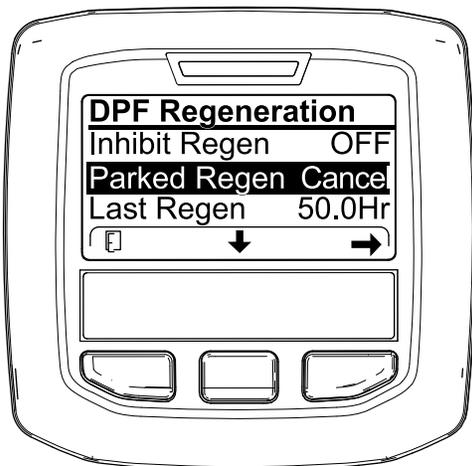

Figure 70
1. Ouvrez le menu DPF Regeneration (régénération du FAP) (Figure 70).
2. Appuyez sur le bouton central pour naviguer jusqu'à l'option PARKED REGEN CANCEL (Figure 70) ou RECOVERY REGEN CANCEL (Figure 71).
3. Appuyez sur le bouton droit pour sélectionner l'option Regen Cancel (annulation de régénération) (Figure 70 ou Figure 71).